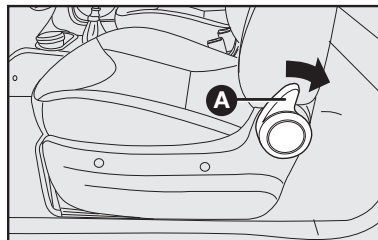

fig. 11
ACESSO AOS BANCOS TRASEIROS VERSÃO STRADA CABINE DUPLA - fig. 11
- gire a manopla **A-fig.11** no sentido do banco traseiro, o encosto destravará, sendo projetado para frente;
- o banco retornará à posição longitudinal regulada anteriormente, porém o ângulo do encosto deverá ser reajustado através da manopla **A-fig.11** de rebatimento do encosto.